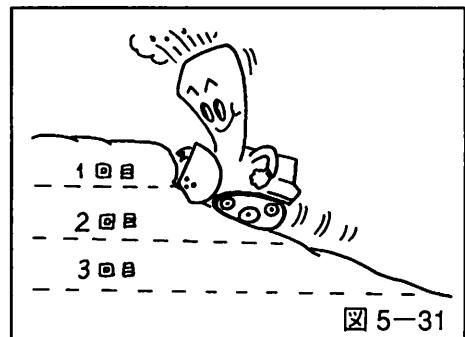

図 5-31
- 段切り作業を行う場合にはオーガを高めにセットします。出来るだけゆっくりした速度で走行しながら除雪します。目的の距離まで除雪したら、同じようにゆっくりした速度で後進します。次に、第1回目と同じ要領で除雪を行います。このようにして高い積雪の除雪作業を行う事ができます。(図5-31参照)